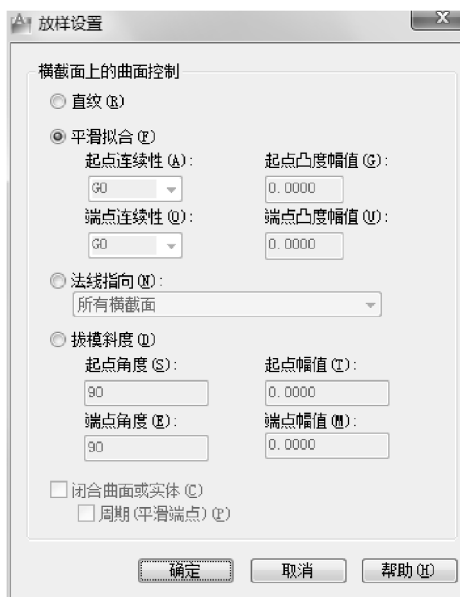

图 12-17 【放样设置】对话框
- 设置(S)：显示【放样设置】对话框，如图12-17所示，控制放样曲面在其横截面处的轮廓。